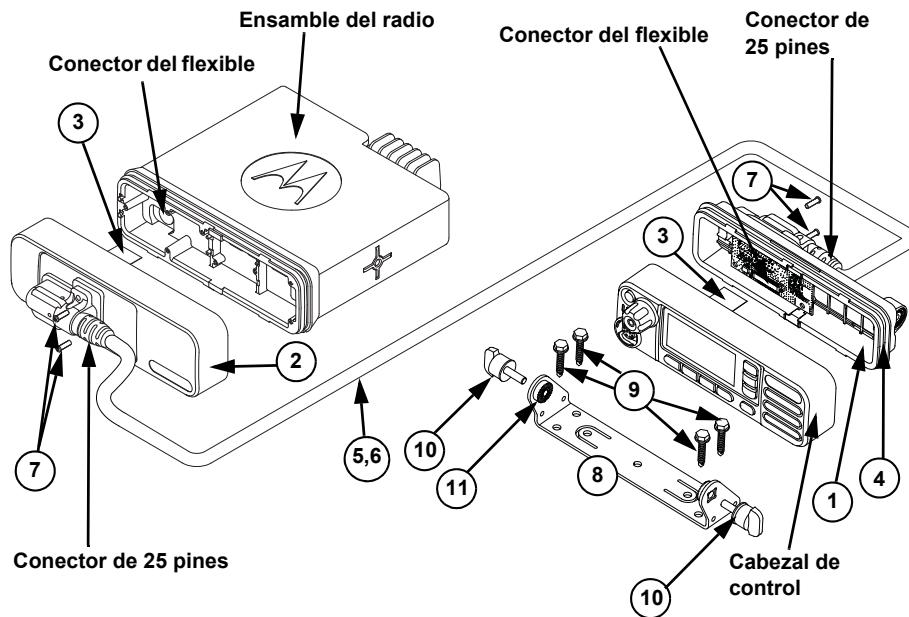

Figura 3. Ensamblaje del cabezal de control remoto y montaje de soporte
1. Compruebe que el cable flexible esté completamente asentado en el conector del ensamblaje del cabezal de control. (Consulte la Figura 3.)
2. Ensamble el cable flexible en el conector del flexible del módulo de interfaz del cabezal de control remoto y asegúrese de que quede completamente asentado. (Consulte la Figura 3.)
1. Verifique que el cable flexible se encuentre completamente asentado en el conector del módulo de interfaz del radio remoto. (Consulte la Figura 3.)
2. Ensamble el cable flexible al conector del flexible del ensamblaje del radio y asegúrese de que quede completamente asentado. (Consulte la Figura 3.)